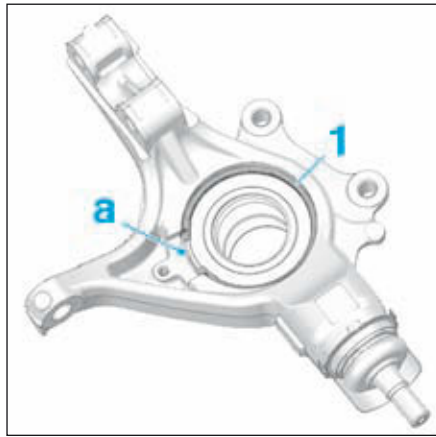

FIG.34
• Reposer un circlip (1) neuf en veillant à laisser libre l'espace (a) afin de permettre la repose du capteur de roue (Fig.34).